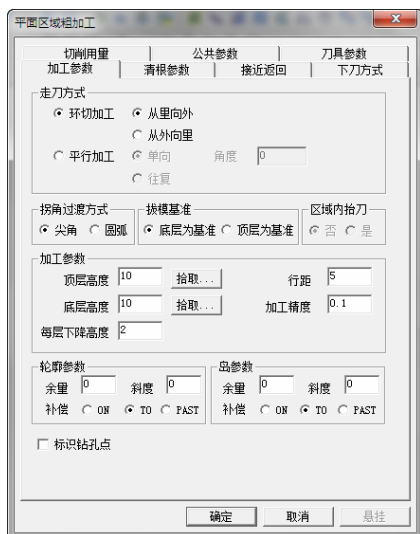

图 8-62 “加工参数”选项卡
2) 选择下拉菜单“加工”→“粗加工”→“平面区域粗加工”命令,弹出“平面区域粗加工”对话框,单击“加工参数”选项卡,设置“走刀方式”为“环切加工”,“行距”为5mm,其他参数数值如图8-62所示。